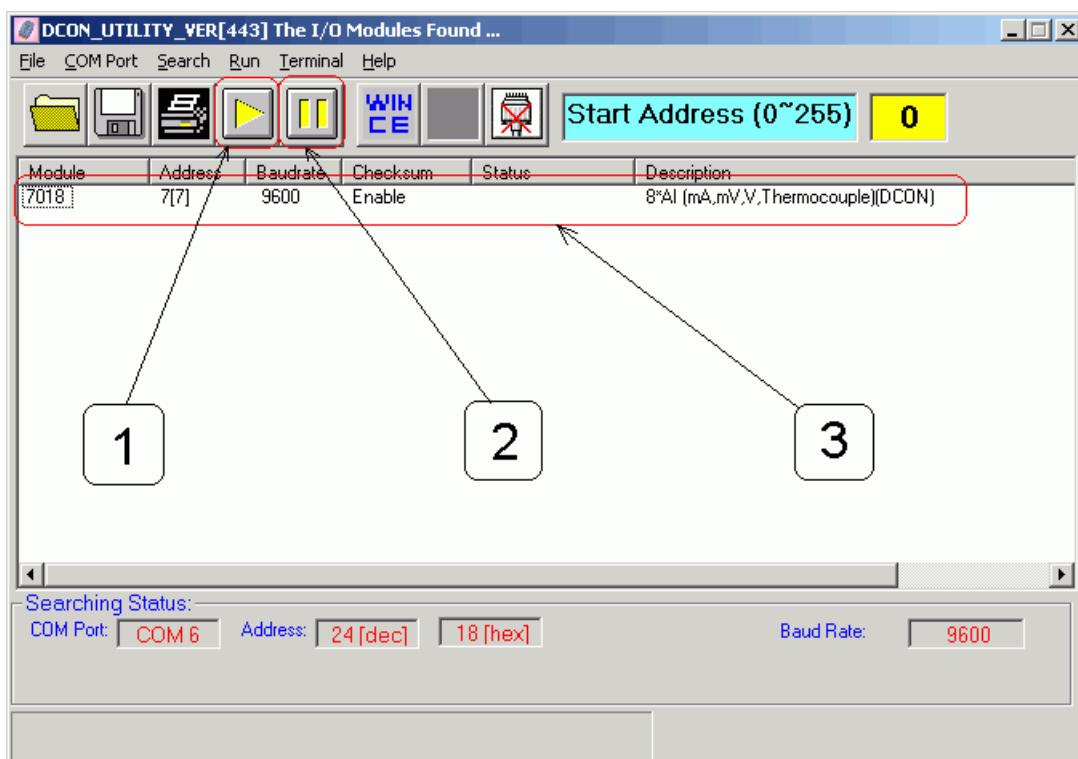

Рисунок 3.7. Результаты поиска модуля программой DCON Utility.
- Произвести поиск подключенных модулей нажатием кнопки с символом "Play". На кнопке изображен желтый равносторонний треугольник, вершина которого направлена вправо (см. рис. 3.7 – подписано цифрой 1);
- При наличии подключенного модуля и установленном драйвере преобразователя интерфейса, обнаруженный модуль будет отображаться в списке подключенных модулей (см. рис. 3.7 – подписано цифрой 3).
- После обнаружения модуля поиск можно остановить кнопкой с символом "Pause". На кнопке изображены два желтых, одинаковых, прямоугольника, которые расположены вертикально (см. рис. 3.7 – подписано цифрой 2).